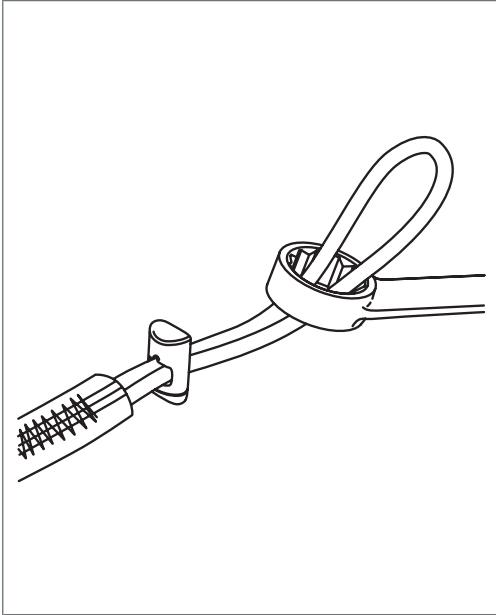

Abb. 1
1. Führen Sie die Haltegurtschleufe durch den Befestigungspunkt des Werkzeugs. (Abbildung 1)